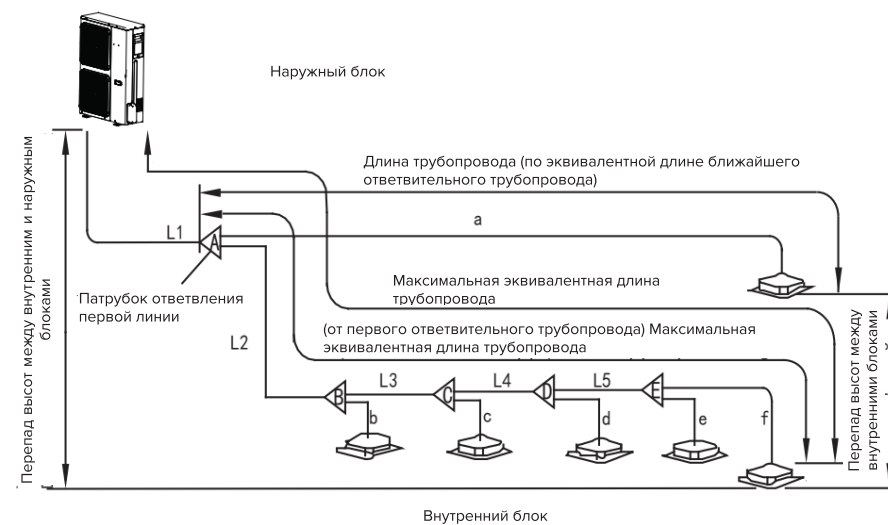

Рис. 4-6
- Магистральный трубопровод (см. рис.4-6 и табл.4-4)
На рис.4-6 показан магистральный трубопровод L1, мощность наружного блока составляет 28 кВт, согласно рис.4-6 получаем диаметр газовой трубы/жидкостной трубы равный Ø22,2/Ø9,5, общая эквивалентная длина трубопроводов линии жидкости и газа >90м, тогда, согласно таблице 4-4, получаем диаметр газового трубопровода/жидкостного трубопровода Ø25,4/Ø12,7, и в соответствии с принципом максимального значения, следует принять диаметры Ø25,4/Ø12,7.